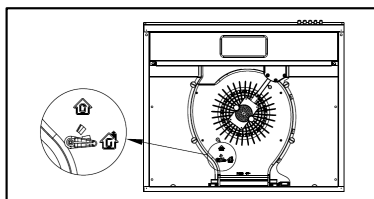

Fig. 6
Pengaturan Mode Operasi (Fig. 6 & 6.1)
- Untuk **mode pipa saluran**, geser saklar ke posisi yang ditunjukkan. (Fig. 6).